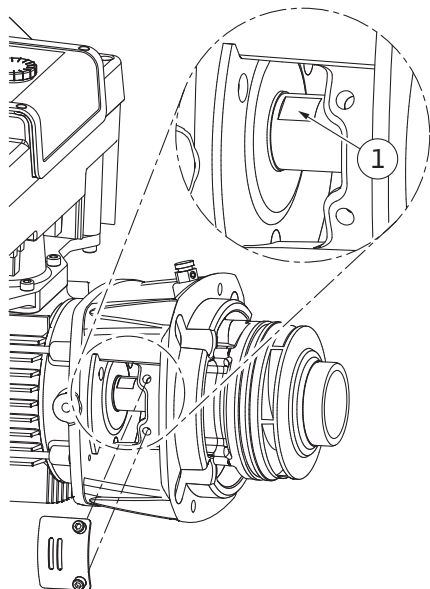
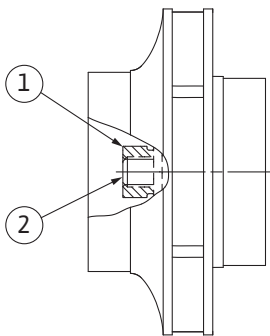
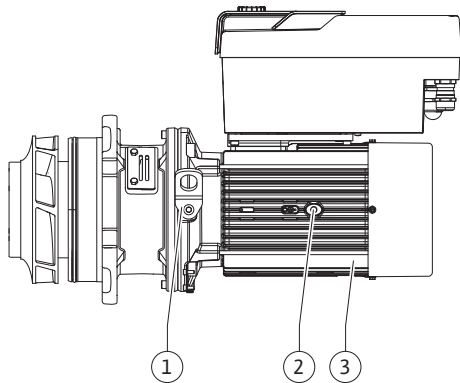

Fig. 105: Nøkkelflater på akselen
Fig. 106: Skovlmutterens korrekte posisjon etter montering
Fig. 107: Motor-løpehjulsenhet
14. Før en skiftenøkkel (nøkkelbredde 22 mm) inn i lanternevinduet, og hold fast akselen med nøkkelflatene (Fig. 105, pos. 1). Skru ut skovlmutteren (Fig. I, pos. 22). Løpehjulet (Fig. I, pos. 21) trekkes automatisk av akselen.
15. Demonter distanseskiven (Fig. I, pos. 20).
3. Før en skiftenøkkel (nøkkelbredde 22 mm) inn i lanternevinduet, og hold fast akselen med nøkkelflatene (Fig. 105, pos. 1).
8. Hold fast akselen med skiftenøkkelen, og stram skovlmutteren med det foreskrevne tiltrekningsmomentet (se tabellen «Tiltrekningsmomenter» [► 28]). Mutteren (Fig. 106, pos. 1) må flukte med akselenden (Fig. 106, pos. 2) med $\pm 0,5$ mm. Hvis så ikke er tilfelle, må mutteren løsnes og arbeidstrinn 4 – 8 foretas på nytt.
9. Fjern skiftenøkkelen og monter beskyttelsesplaten (Fig. I, pos. 27) igjen.
10. Før en skiftenøkkel (nøkkelbredde 32 mm) inn i lanternevinduet (Fig. IV, pos. 38), og hold fast akselen med nøkkelflatene (Fig. 105, pos. 1). Monter løpehjulet med underlagsskive(r) og mutter. Trekk til mutteren. Unngå skader på den mekaniske tetningen som følge av skjev påsetting.
11. Rengjør lanternesporet, og legg i den nye O-ringen (Fig. III, pos. 19).
13. Før inn motor-løpehjulsenhet (se Fig. 107) i pumpehuset, og posisjoner den i den gamle posisjonen eller en annen ønsket, vinklet posisjon. Ta hensyn til de tillatte monteringsstillingene for komponentene (se kapittelet «Godkjente monteringsstillinger og endring av komponentplasseringen før installasjon» [► 24]).
14. Det anbefales å bruke monteringsbolter (se kapittelet «Tilbehør» [► 19]). Etter at lanterneføringen griper merkbart (ca. 15 mm før endeosisjon), er det ikke lenger fare for velt eller tilting. Når motor-løpehjulsenheten er sikret med minst én skruer (Fig. I/III, pos. 10 eller Fig. III/IV, pos. 29), kan festeutstyret fjernes fra transportløkkene.
15. Skru inn skruene (Fig. I/III, pos. 10 eller Fig. III/IV, pos. 29), men ikke trekk til fullstendig. Mens skruene skrues inn, blir motor-løpehjulsenhet trukket inn i pumpehuset.